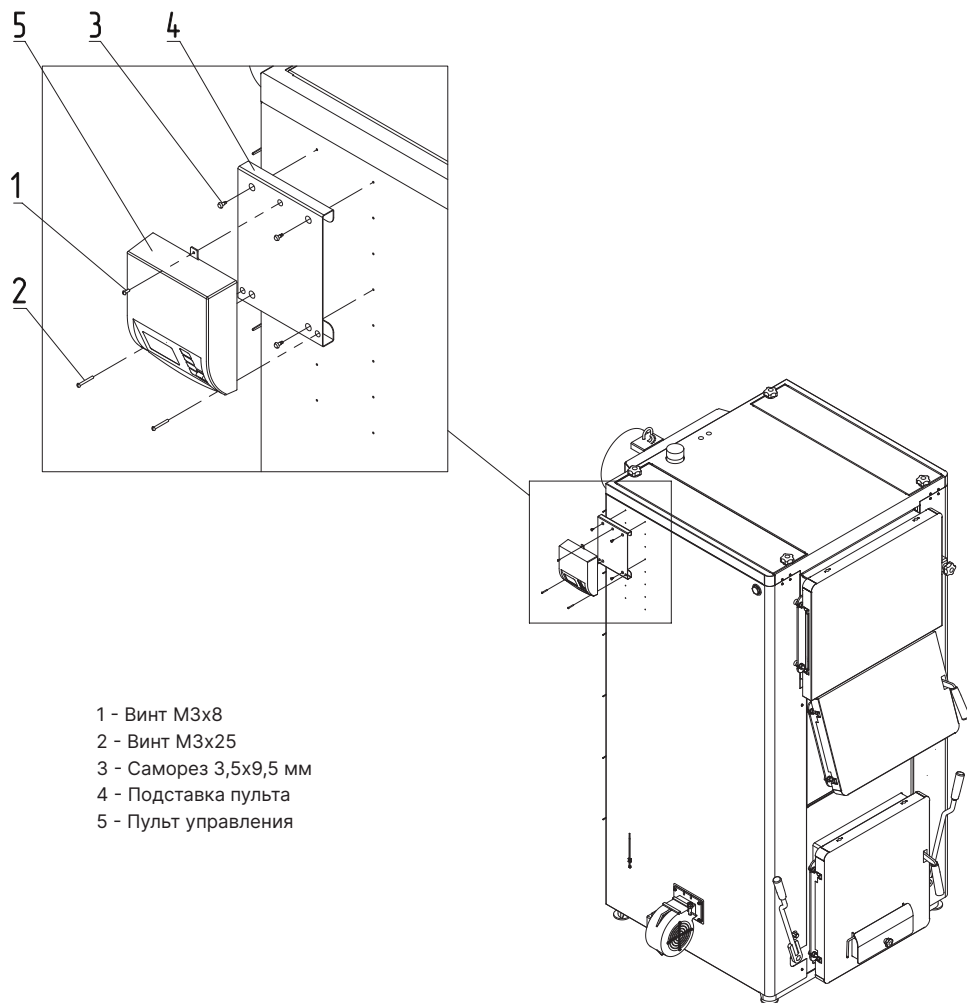

Рис.20 Установка пульта управления на котел ZOTA Magna 60 - 100 кВт
- Закрепить подставку пульта (Рис.20, поз.4) саморезами (Рис.20, поз.3) на левой или правой стенке котла;
- На подставку пульта установить пульт управления (Рис.20, поз.5) и зафиксировать его винтами (Рис.20, поз.1, 2).